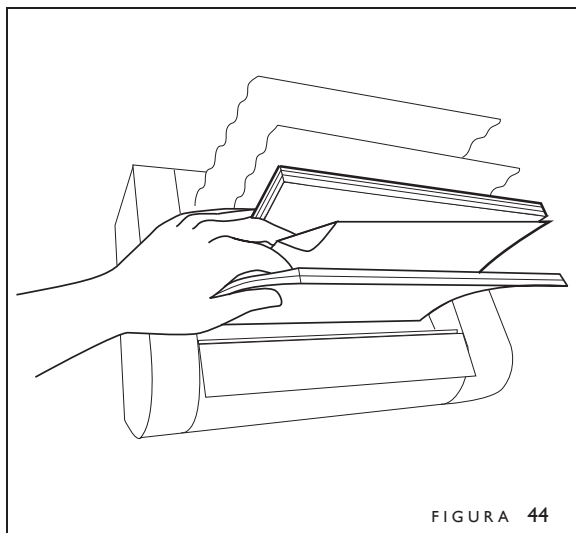

FIGURA 44
5. Mientras la encuadernadora esté fundiendo el adhesivo del lomo, sostenga las partes anterior y posterior del documento con una mano. La página doblada debe quedar libre (figura 44). Cuando las prensas comiencen a abrirse y la pantalla muestre el mensaje "EDITAR AHORA" ("EDIT NOW"), extraiga inmediatamente del documento la página doblada. (Al sostener las secciones anterior y posterior del documento, las páginas restantes quedarán en su sitio). Si no puede retirar la página con facilidad, simplemente repita este paso.